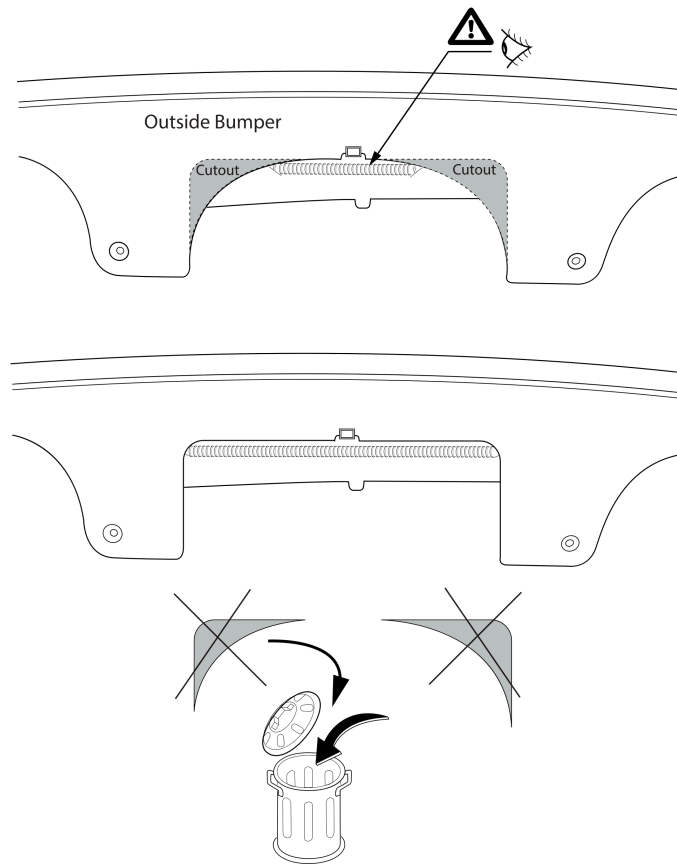

Fig. 3
8. Opel/Vauxhall Vivaro & Toyota ProAce 2024 ->: Выпилить обозначенные части, как указано на рис. 3. Осторожно! При пилении позаботьтесь о том, чтобы не касаться проводки.